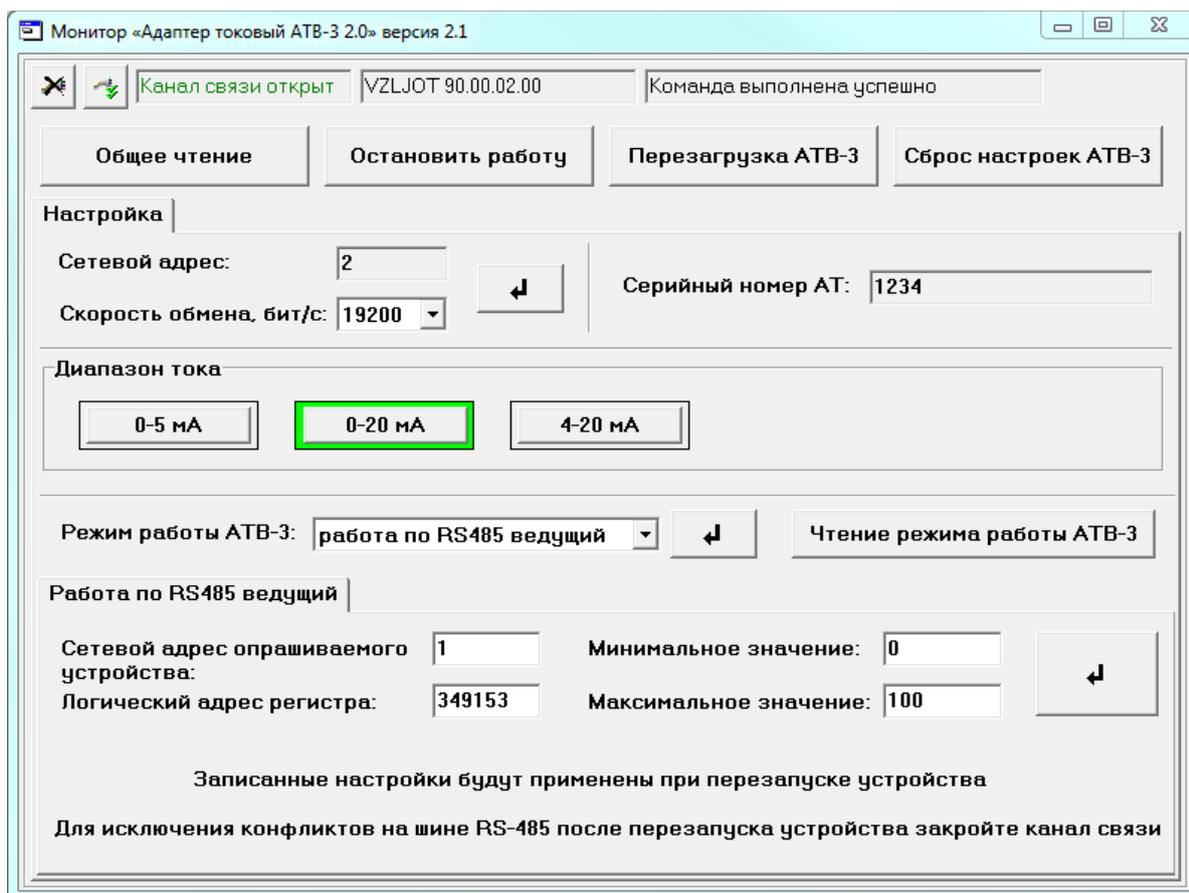

Рис.7. Вкладка режима работы по RS-485 «ведущий»
2.4.4 На рис.7 приведен пример настройки работы адаптера в режиме опроса прибора по интерфейсу RS-485 (режим **«работа по RS485 ведущий»**).